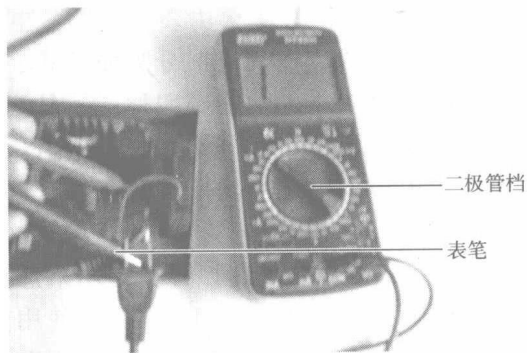

图 1-6 电路通断的检查
(4) 电路通断的检查 将转换开关拨到蜂鸣器档位上，将红、黑表笔放在要检查的电路两端（注意切断电源）。如万用表发出声音，说明电路相通，否则为电路断路。电路通断的检查如图 1-6 所示。